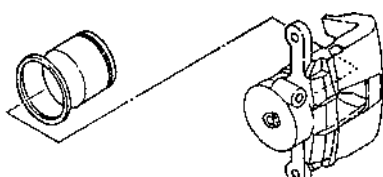

Рис. 7.37.
- снять грязезащитное кольцо цилиндра, а затем извлечь из полости цилиндра уплотнительное кольцо (рис. 7.37);